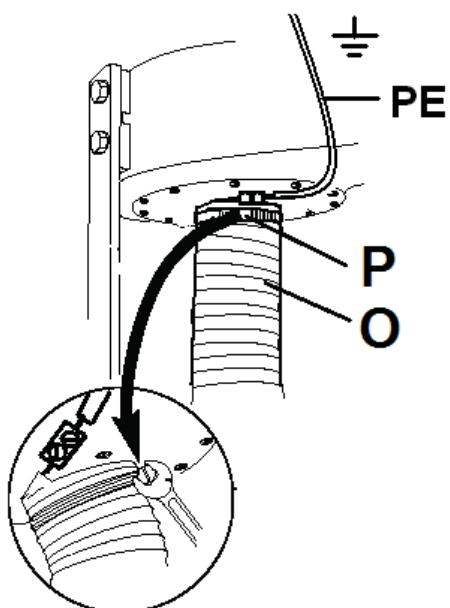

Рис. 12
- Скористуйтесь одним хомутом (P), щоб приєднати шланг (O) до вхідного штуцера (Рис.12)